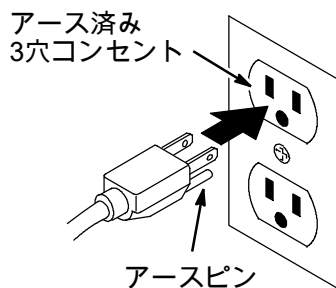

図2
1. 電源コードをアースのあるコンセントに差し込みます (図2)